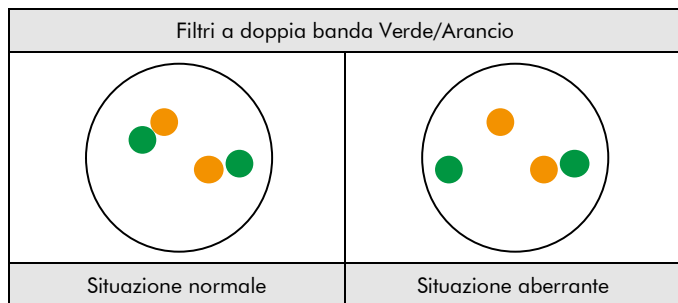

Fig. 2: Risultati attesi in situazione normale e aberrante
**Situazione normale:** nelle interfasi di cellule normali o cellule senza una traslocazione che coinvolge la regione del gene BCL2, compaiono due segnali di fusione verdi/arancioni (vedere Fig. 2).
**Situazione aberrante:** Una regione del gene BCL2 interessata da una traslocazione è evidenziata da due segnali separati, di cui uno verde e uno arancione (vedere Fig. 2).